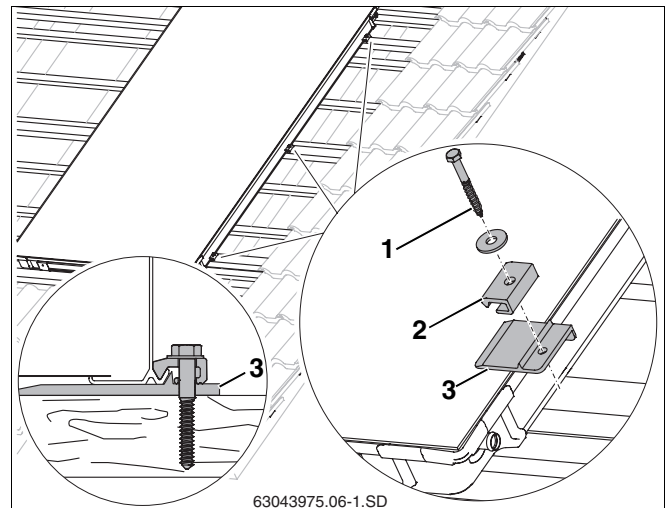

Fig. 22 Colocar y atornillar el primer colector
- ▶ Eleve ligeramente el colector y deslice por debajo del colector las placas espaciadoras del lado derecho (fig. 22, **pos. 3**) situadas sobre el 2º y el 3er listón adicional, así como en la parte central del colector sobre un listón hasta que la elevación de las mismas haga tope en el borde del colector.
- ▶ Es necesario realizar previamente un taladro de 4 mm para el tornillo (fig. 22, **pos. 1**).
- ▶ Fije los elementos unilaterales de sujeción (fig. 22, **pos. 2**) con tornillos 6 x 40 (fig. 22, **pos. 1**) y arandelas (utilice una llave de tamaño 10).